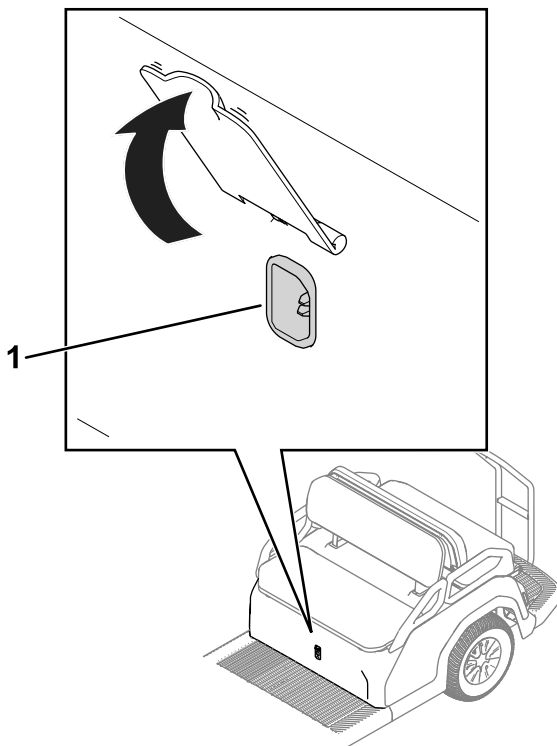

Figura 21
1. Enchufe el cable de alimentación eléctrica en la toma de corriente del cargador de la máquina (Figura 21).